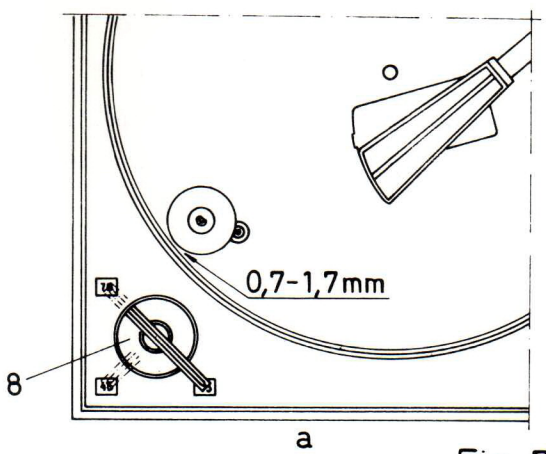
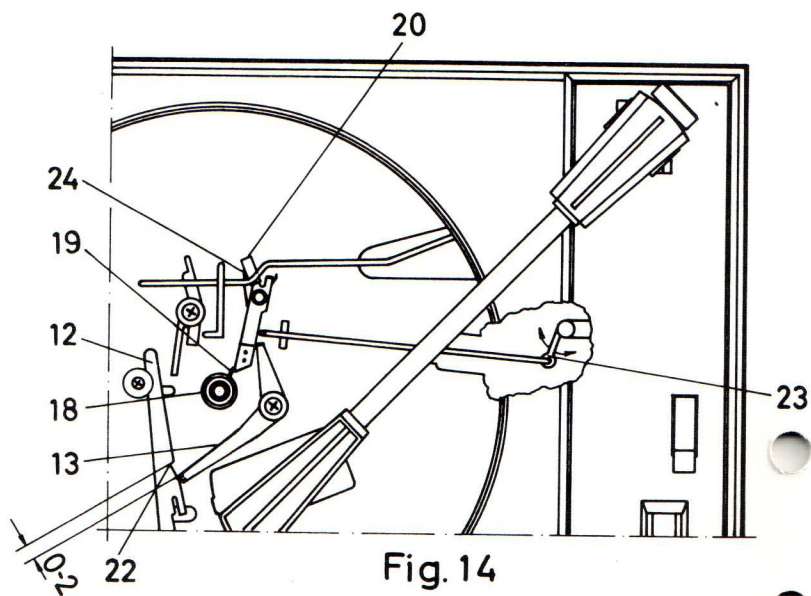
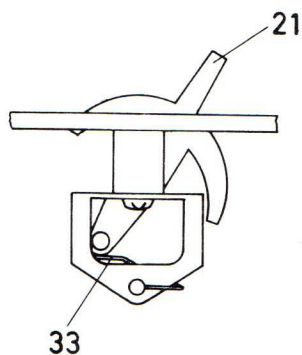

Fig. 7
Fig. 14
Fig. 15
#### KONTROLL AV SPELET MELLAN BASPLATTA OCH MELLANHJUL. FIG 7.
FÖR IN TONARMEN MOT CENTRUMAXELN. STÄLL VREDET (8) I LÄGENA 33, 45 OCH 78 V/MIN. ÄR MELLANHJULET RÄTT INSTÄLLT, BLIR SPELET MELLAN OVAN ANGIVNA DELAR 0,7 - 1,7 MM. OM EN JUSTERING SKULLE BLI NÖDVÄNDIG, KAN ARMEN (9), FIG 7 B, BOCKAS ÅT ENA ELLER ANDRA HÅLLET.
### KONTROLL AV FUNKTIONER VID AUTOMATISKT STOPP. FIG 14 OCH 15.
FÖR IN TONARMEN ETT STYCKE, SÅ ATT ANSLAGSARMEN (20) RÖR SIG, OCH ANVÄND ETT SKIVTALLRIKSCENTRUM (18) PÅ SKIVTALLRIKSAXELN VID KONTROLLEN. VRID DETTA SÅ ATT STOPPTRÅDEN (19) FATTAR TAG I ANSLAGSARMEN (20) OCH DENNA I SIN TUR PÅVERKAR STOPPARMEN (13) SÅ ATT DESS ENA SKÄNKEL GÅR IN MOT URTAGET (22) I START- OCH STOPPARMEN (12), DÄR AVSTÅNDET ENLIGT FIG 14 SKALL VARA 0 - 2 MM.
FÖRST I RÖRELSENS SISTA SKEDE SKALL MANÖVERSPAKEN (21) FIG 15 ÅTERGÅ. DETTA JUSTERAS, OM SÅ SKULLE BEHÖVAS, GENOM ATT BOCKA PÅ RETURARMENS (23) FIG 14 KORTA SKÄNKEL. SEDAN DET AUTOMATISKA STOPPET KONTROLLERATS MED SKIVTALLRIKSCENTRUM (18), SER MAN TILL ATT ANSLAGSARMEN (20) HÅLLS FJÄDRANDE MOT SITT STOPP SAMT ATT STOPPARMENS (13) TRÅDFJÄDER (24) TRYCKER MED SIN MELLERSTA DEL MOT ANSLAGSARMENS FLIK, MED MIPOLAM DÅ TONARMEN ÄR I SITT INRE LÄGE OCH STOPPARMEN (13) ÄR FRIKTIONSLÅST MOT START- OCH STOPPARMEN (12). JUSTERAS GENOM BOCKNING AV FJÄDER (24).
VREDET (8), FIG 7 STÄLLES I LÄGE 33. EN 45-VARVSSKIVA LÄGGS PÅ FÖR AVSPELNING. NÄR TONARMEN NÄR SLUTSPÅRET, SKALL MANÖVERSPAKEN (21), FIG 15, GÅ TILL DEN POSITION, DÄR TONARMEN ÄR I SITT ÖVRE LÄGE. KONTROLLERA ÄVEN ATT SKIVTALLRIKEN EFTER DETTA GÅR RUNT SÅ LÅNGT ATT ETT "KLICKANDE" LJUD HÖRS, NÄR ANSLAGSARMEN (20), FIG 14, SLÅR EMOT SITT STOPP.
DENNA KONTROLL KAN PÅSKYNDAS GENOM ATT FÖRSIKTIGT MATA FRAM TONARMEN MOT CENTRUM. SKULLE DETTA KLICKANDE EJ HÖRAS, MINSKAR MAN SPÄNNINGEN AV MOMENTFJÄDERN (33), FIG 15.